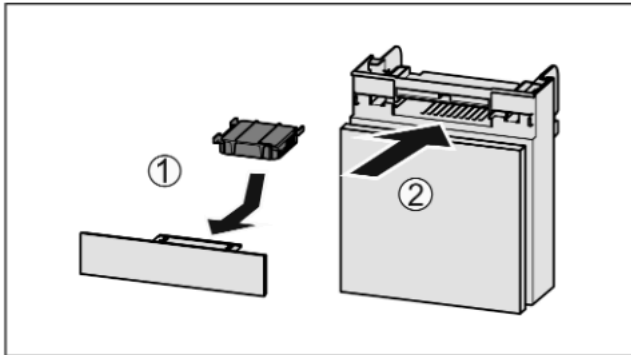

Fig. 45
- ▶ Inserire il filtro a carboni attivi come illustrato nella figura *Fig. 45 (1)*.
- ▶ Inserire il vano *Fig. 45 (2)*.